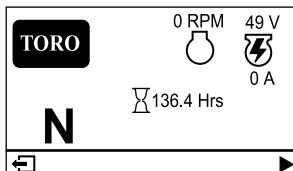

Figura 21
- **Pantalla principal de información (Figura 21):** muestra información actual de la máquina con la llave en la posición de CONECTADO.